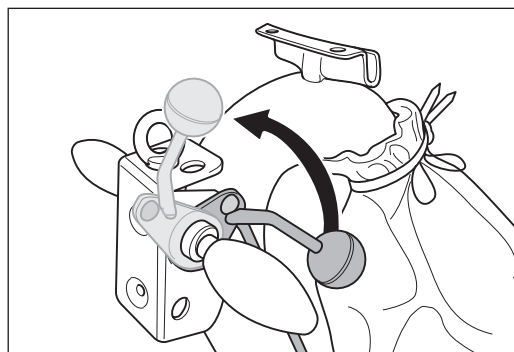

Abb. 47 Den Ablasshebel am Handgriff bis zum Anschlag nach oben ziehen. Dadurch wird die Schleifwalze vom Boden abgehoben.
- 1 Ziehen Sie den Ablasshebel am Handgriff bis zum Anschlag nach oben (Abb. 47). Dadurch wird die Schleifwalze vom Boden abgehoben.